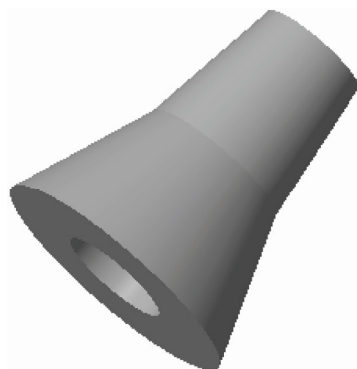

图 6-119 创建中性面分割拔模特征
STEP 06 单击“完成”按钮 , 即可创建中性面分割拔模特征, 效果如图 6-119 所示。